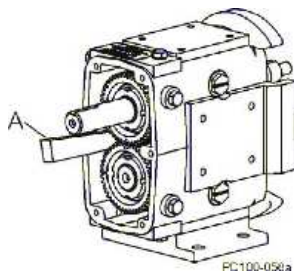

Abb.91 Wellendrehung verhindern
4. Verwenden Sie einen Holz- oder Kunststoffkeil (Abb. 91, Pos A), um sicherzustellen, dass sich die Wellen nicht drehen können. Wenn Sie keinen Keil zur Verfügung haben, verwenden Sie ein Stofftuch, um die Zahnräder zu blockieren, oder, falls sich ein Rotor auf der Welle befindet, blockieren Sie den Rotor mit einem Kunststoffbolzen.